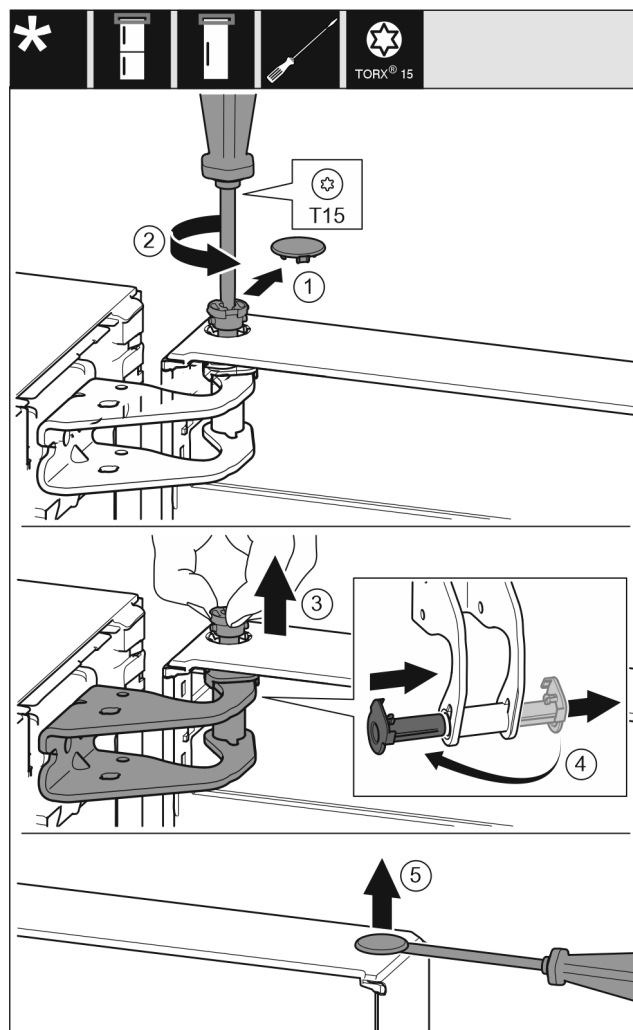

Fig. 9
- ▶ Ostrożnie zdjąć osłonę zabezpieczającą. Fig. 9 (1)
- ▶ Sworzeń wykręcić nieco przy pomocy śrubokręta T15. Fig. 9 (2)
- ▶ Przytrzymać drzwi i wyjąć sworzeń palcami. Fig. 9 (3)
- ▶ Tuleję łożyskową wyjąć z prowadnicy. Założyć z drugiej strony i zazębić. Fig. 9 (4)
- ▶ Załączkę ostrożnie podważyć przy pomocy śrubokręta i wyjąć z tulei łożyskowej drzwi. Fig. 9 (5)